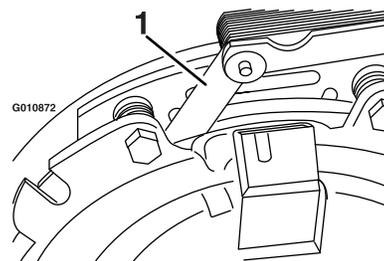
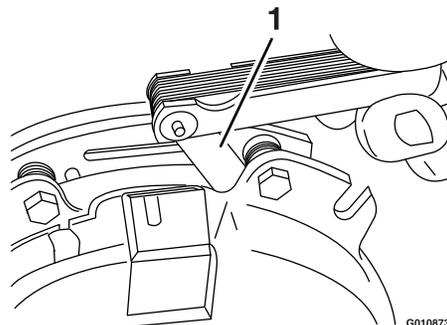

図 73
図 74
- E. 厚さ 0.25 mm のすき間ゲージで、図 73 と図 74 に示すようにブレーキポールの両側でロータとアーマチャ面との間に隙間があることを確認する。